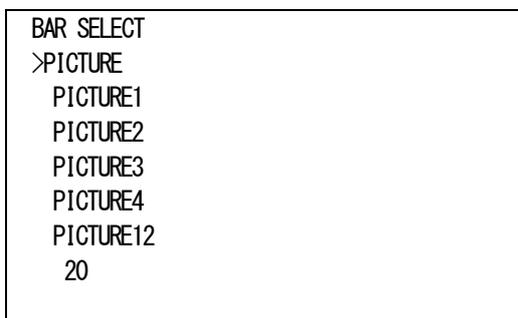

図4-6 オンスクリーンメニュー(PICTURE例)
- 3) 「PICTURE[PICT]」を選択すると図4-6のような設定メニューが表示され、PICTURE1～4 または PICTURE12 を選択します。